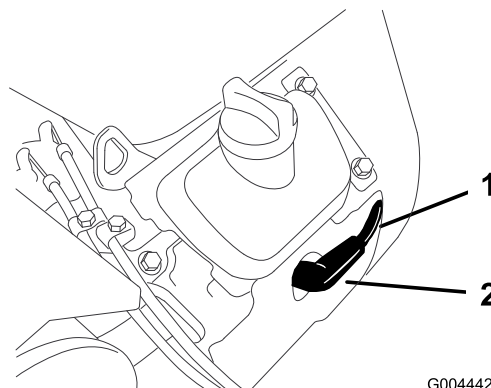

Figure 37
3. Débranchez les bougies (Figure 37). Nettoyez la surface autour des bougies pour éviter que des impuretés n'endommagent le moteur en tombant à l'intérieur.
3. Connectez les bougies (Figure 37).